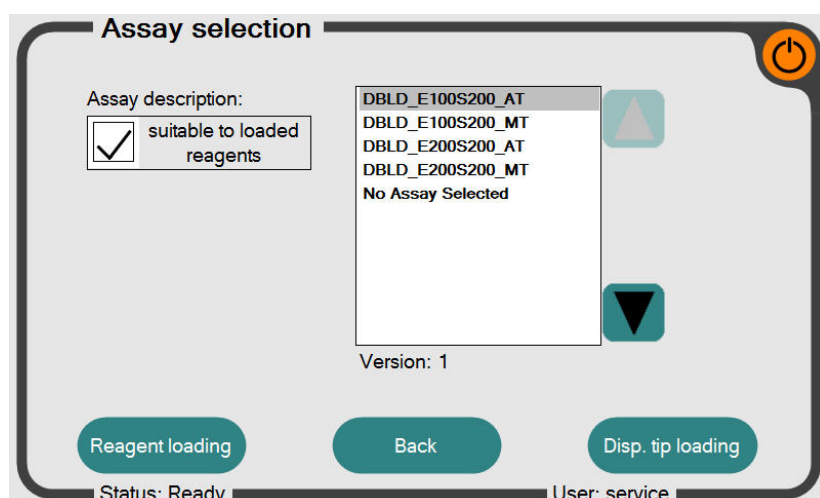

Figura 6: Schermata “Assay Selection” (selezione esame) del software InviGenius®
Secondo la procedura di preparazione del campione, selezionare un esame per un trasferimento automatizzato (AT) o manuale (MT). Accertarsi che il campo “suitable for loaded reagents” sia selezionato (Figura 6), in modo che siano elencati solo i file di analisi compatibili con i reagenti caricati. Se non è visibile alcun esame nella lista, o vi è un errore nel caricamento dei reagenti (etichetta del codice a barre bloccata) o è stato caricato almeno un contenitore di reagente già in uso e non contenente abbastanza reagente per eseguire la corsa con il numero di campioni selezionati. Se la selezione dell'esame non è andata a buon fine, procedere con “Disposable tips loading”.